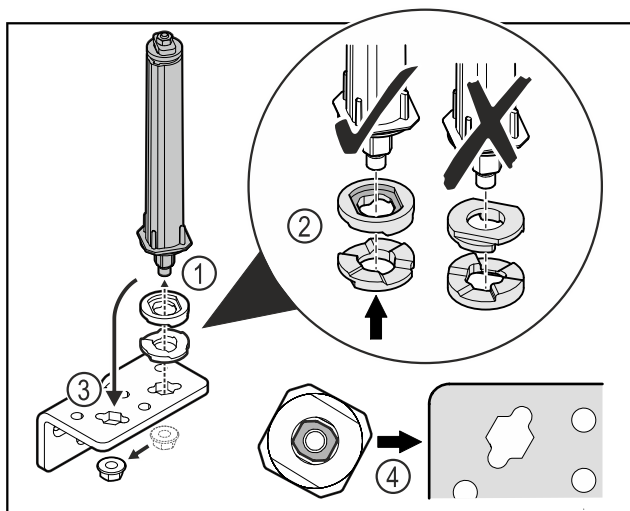

Fig. 52
- ▶ Allentare il dado e rimuovere il sistema di chiusura della porta Fig. 52 (1).
- ▶ Assicurarsi che le rondelle di regolazione dell'altezza siano rivolte nel verso giusto Fig. 52 (2).
- ▶ Spostare il sistema di chiusura della porta nella cerniera angolare e fissarlo con il dado Fig. 52 (3).
- ▶ Durante l'inserimento del sistema di chiusura della porta assicurarsi che sia rivolto nel verso giusto Fig. 52 (4).